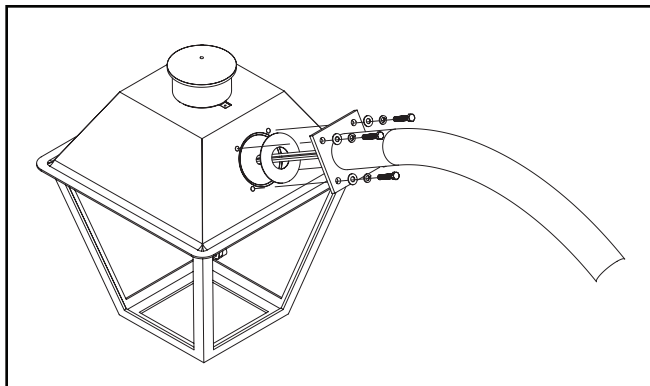

Figura 2.
2. Para colocar el brazo de desplazamiento decorativo (suministrado por otros) a la luminaria, tire de los cables a través del brazo de desplazamiento y asegúrelo con cuatro juegos de pernos de cabeza hexagonal de 3/8 - 16, arandela de seguridad dividida de 3/8 y arandela plana de 3/8 (Figura 2) suministrado con la luminaria. Apriete los pernos a 10 ft-lbs.